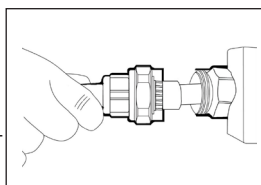

Figure 5b
- Visser le manchon à l'endroit désiré. Insérer le montage capsulé dans le manchon et fixer en position en resserrant à fond l'écrou d'accouplement rouge (métal sur métal) (Figures 5b et 6b). Au besoin, tasser la pâte autour des conducteurs. Laisser durcir le composé environ une heure avant de déplacer les conducteurs.